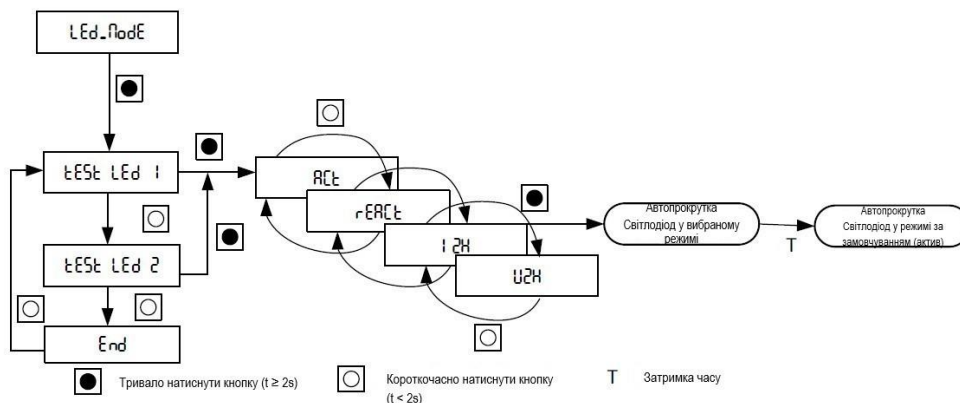

Рис. 68.2 Переключення режиму світлодіода оптичного випробувального виходу (функція розрахунку втраченої активності)
**Параметризація з активацією функції розрахунку втрат (рис.68.2):**